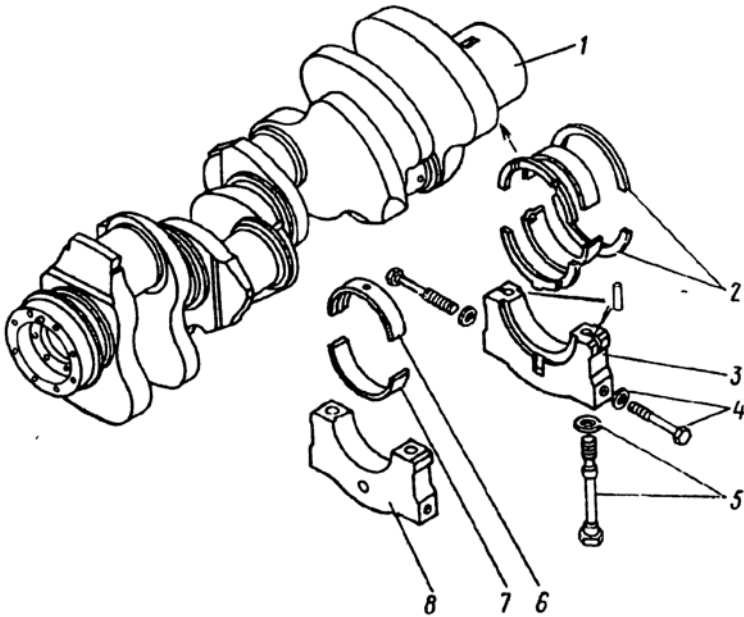
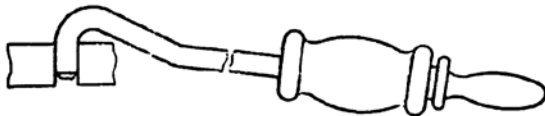

Рис. 32. Вал коленчатый:
Рис. 33. Съемник И801.18.000 крышек коренных опор коленчатого вала
9. Выверните стяжные болты 4 (рис. 32) и болты 5 крепления крышки коренного подшипника третьей опоры	Сменные головки 19, 24 мм, вороток
10. Съемником И.801.18.000 (рис. 33) снимите крышку 3 (см. рис. 32) коренного подшипника третьей опоры, выньте нижний вкладыш 7 из коренной шейки, протрите крышку	Съемник